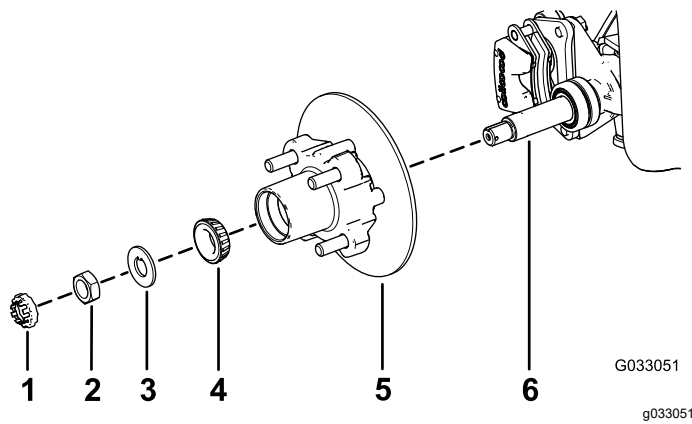

図 27
1. スピンドルに所定のグリスを薄く塗る 図 27。
2. ハブとロータをスピンドルに取り付ける。ロータを内側にすること 図 27。
3. スピンドルに外側ベアリングを取り付けてレースにはめる 図 27。
4. スピンドルにタブワッシャを取り付ける 図 27。
5. スピンドルにスピンドルナットを取り付け、ハブを回してベアリングを着座させながらナットを 15 N·m 1.52 kg·m = 11 ft·lb に締めつける 図 27。
- ブレーキパッドをロータのそれぞれの側に合わせ 図 23、キャリパブラケットの穴と、スピンドルフレームのブレーキ取り付け部の穴を整列させる 図 27。